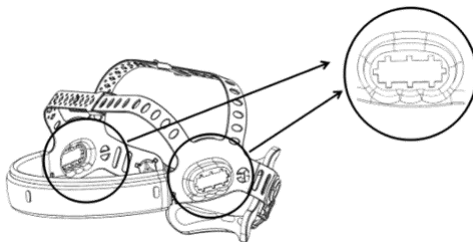

Fig. 4
3. Desserrez les boutons latéraux pour faire glisser le casque vers l'avant ou l'arrière le long des fentes latérales. Ce réglage détermine la distance entre la lentille de visionnement et vos yeux (fig. 4).